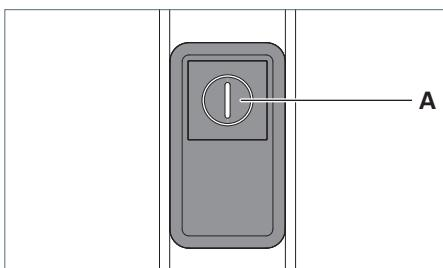

Fig. 18: Elemento di comando.
- ▶ Premere il tasto **A** sette volte in rapida successione, vedere Fig. 18.
- ▶ Premere il tasto **A**, vedere Fig. 18.
- ▶ Premere il tasto **A** e mantenerlo premuto, vedere Fig. 18.